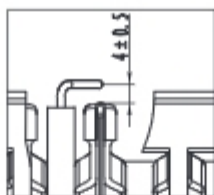

Рис.10
- 3) Снимите крышку корпуса уплотнения, проверьте, расстояние между воспламенителем и горелки если расстояние между воспламенителем и горелки больше чем нормы, отрегулировать ее до $4 \pm 0,5$ мм, а Рис.10.